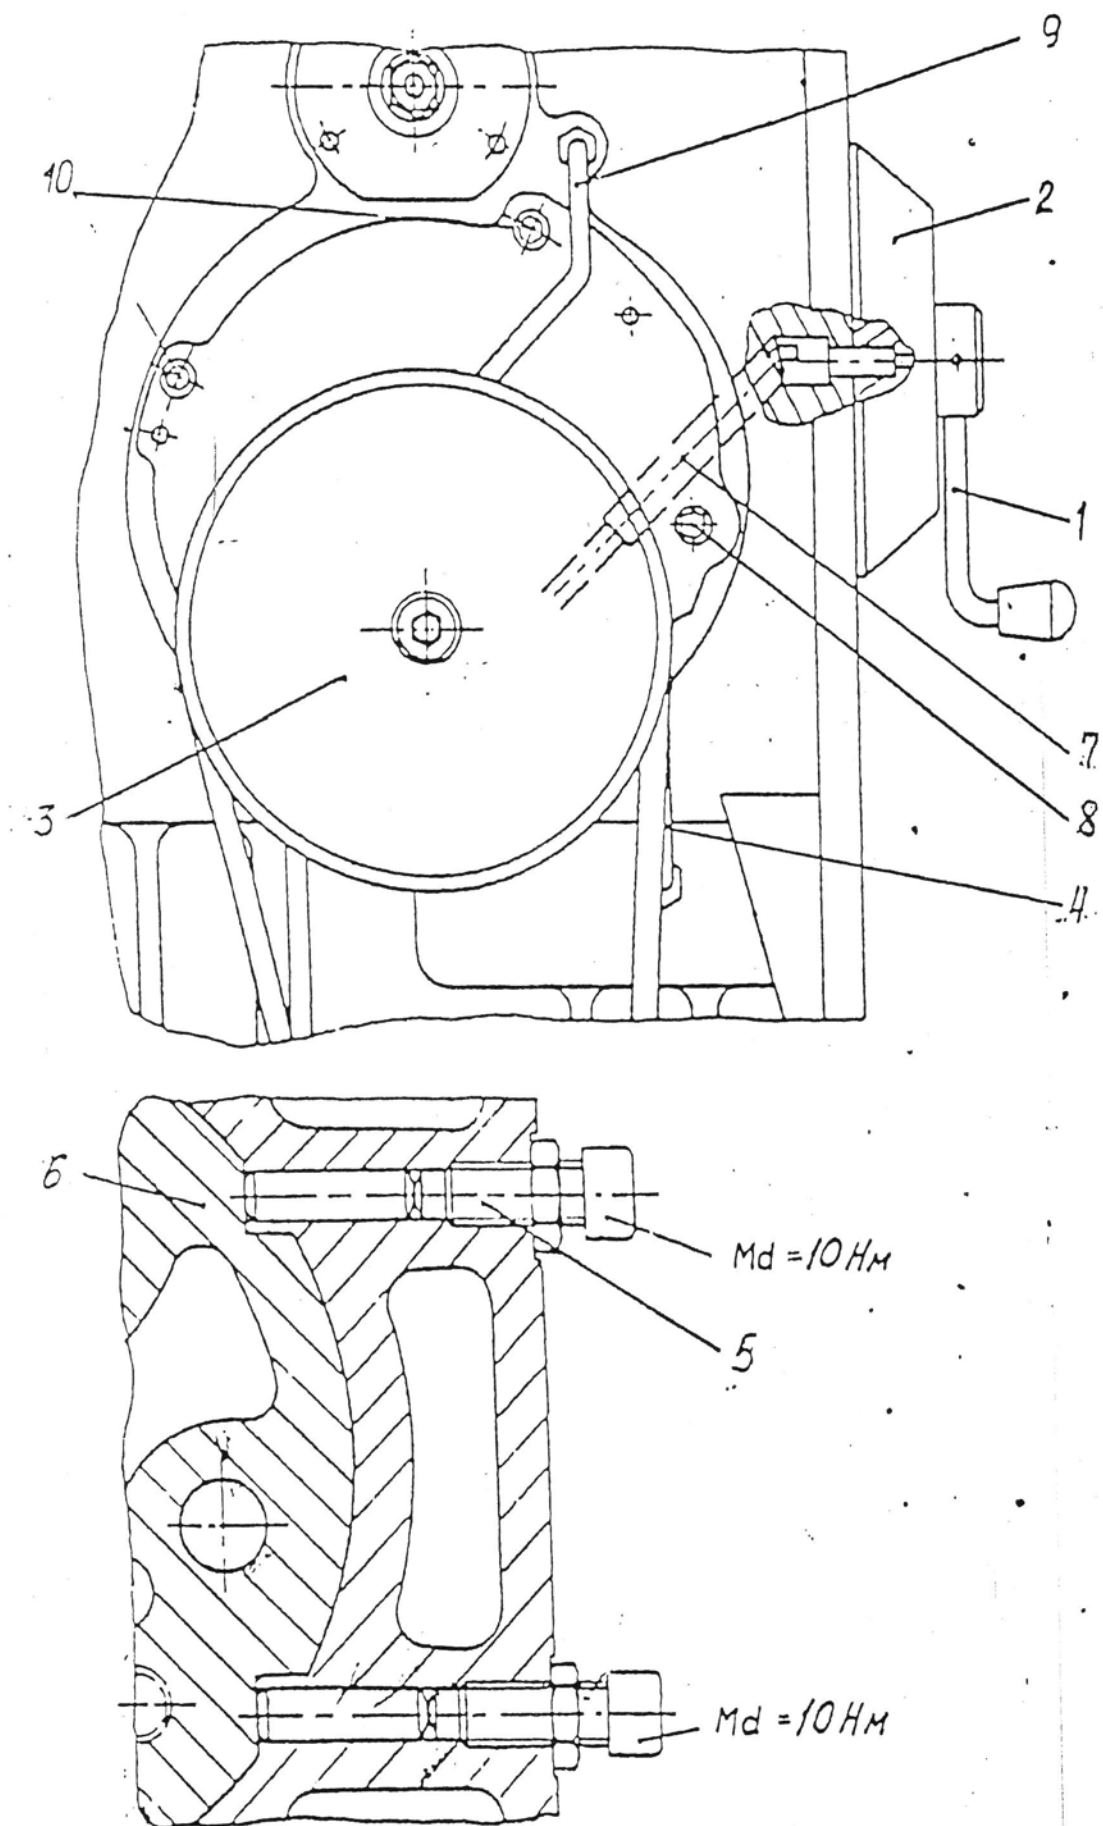

Рисунок 12.2 - Крепежные детали
- снять кривошип 1 и шкалу 2, снять механизм переключения частоты вращения (рисунок 12.2) ;
ВНИМАНИЕ! Винтом 5 осуществляется регулировка зазора между зубьями (рисунок 12.2).